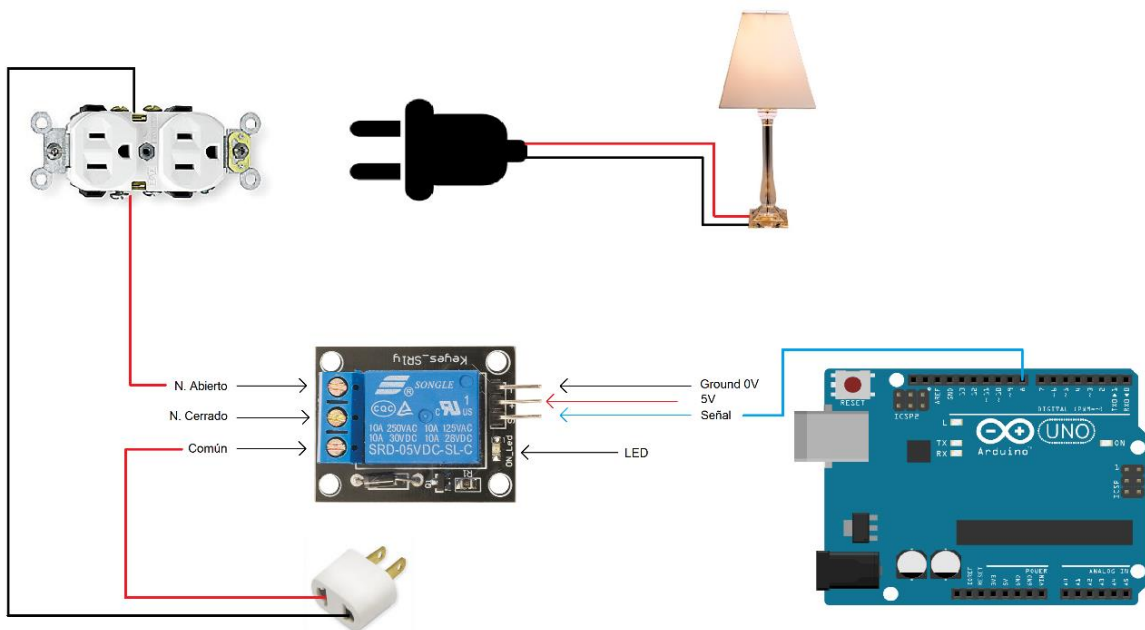

Figura 4.1 Diagrama de conexión
4.- Construya el circuito visto en clase con un relevador para prender y apagar un foco de 60 watts (Figura 4.1 y 4.2). Utilice el siguiente comando para operar el apagador: